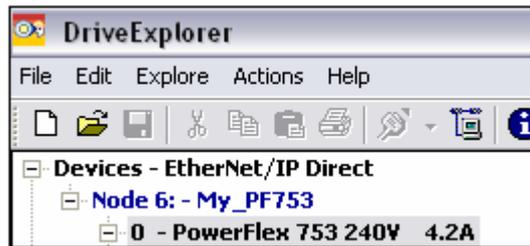

图 1-45 参数被读取并上载后的界面
(6) 一旦参数被读取并上载，默认的 **Port 0 PowerFlex 753 240V 4.2 A** 应该被突出显示，如图 1-45 所示。